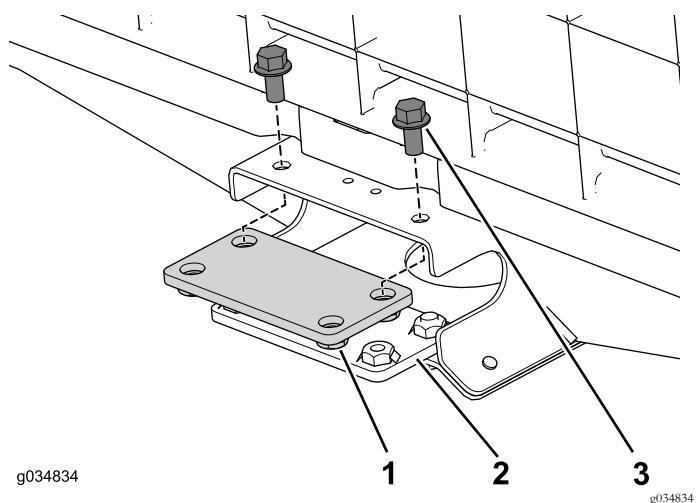

Figura 21
1. Utilize os quatro parafusos flangeados (3/8 x 3/4 pol.) para instalar sem apertar as placas de ligação superior e inferior no canal central da secção dianteira (Figura 21).